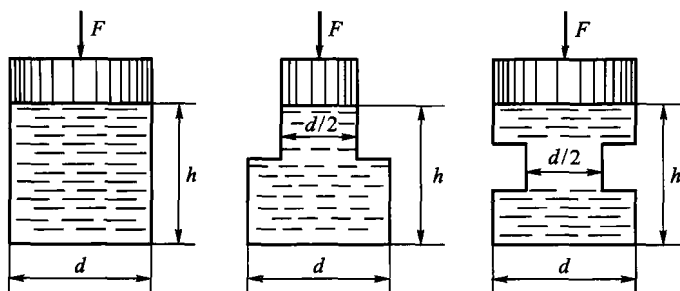

图 1.8
3. 图 1.8 所示各盛水圆筒，作用于活塞上的力 F 均为 3 kN。若： $d = 1$ m， $h = 1$ m， $\rho = 1\,000$ kg/m³，试求圆筒底部所受的压力及作用力。(0.01 MPa, 11 kN; 0.025 MPa, 20 kN; 0.01 MPa, 11 kN)